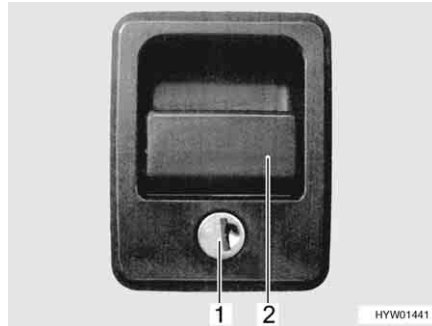

Fig. 49 Cerradura de la trampilla con tirador concha
- Introducir la llave en el cilindro de cierre (Fig. 49,1) y girarla un cuarto de vuelta. La cerradura de la trampilla está desbloqueada.
- Tirar del asidero de la cerradura (Fig. 49,2). La trampilla exterior está abierta.